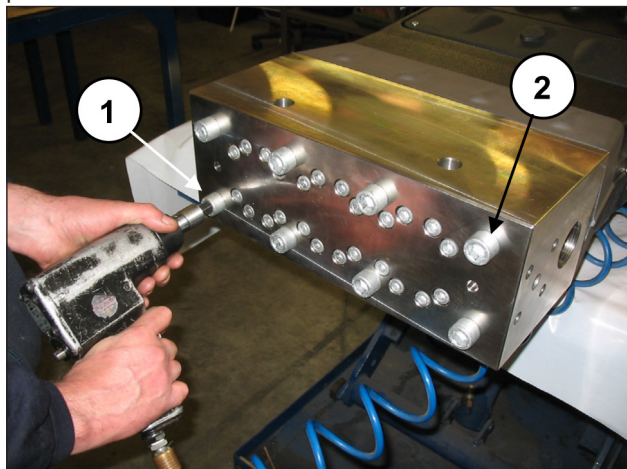
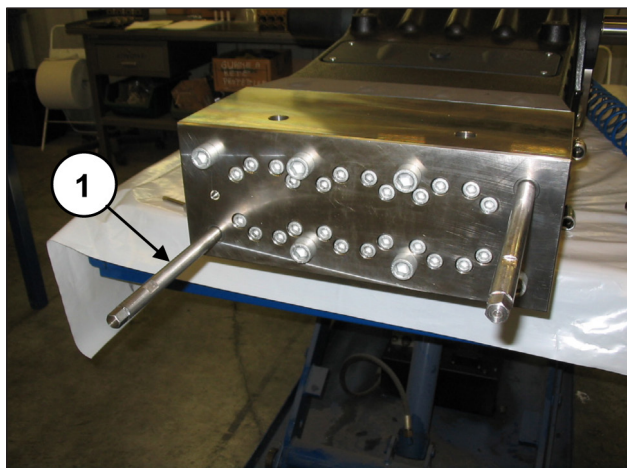

Fig. 107
Fig. 108
Solte dois parafusos de fixação do cabeçote M16x280 diametralmente opostos (pos. ① e ②, Fig. 107) substituindo-os com dois parafusos-pino de serviço (cód. 27540200) (pos. ①, Fig. 108), depois proceda com a remoção dos parafusos restantes.